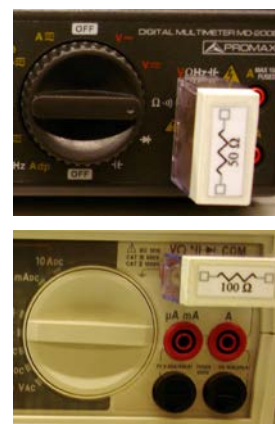

Figura 7
1. Mesureu el valor real de totes les **resistències** connectant-les, com es mostra a la Figura 7, directament al polímetre funcionant com a **ohmímetre** (vegeu l'Apèndix B). En el model HM303-6 pitgeu el botó blau perquè a la pantalla aparegui AUTO.